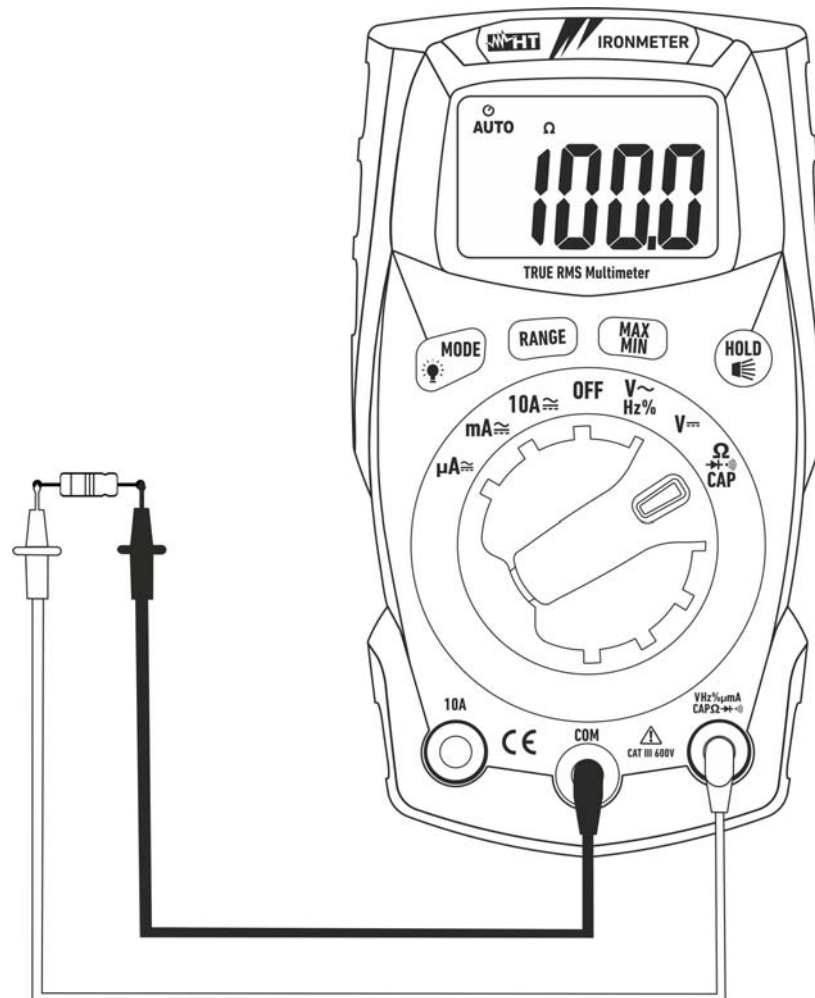

Fig. 5: Uso del instrumento para medida de Resistencia y Prueba de Continuidad
3. Posicione las puntas en los puntos deseados del circuito en examen (vea Fig. 5). El valor de la resistencia se muestra en pantalla